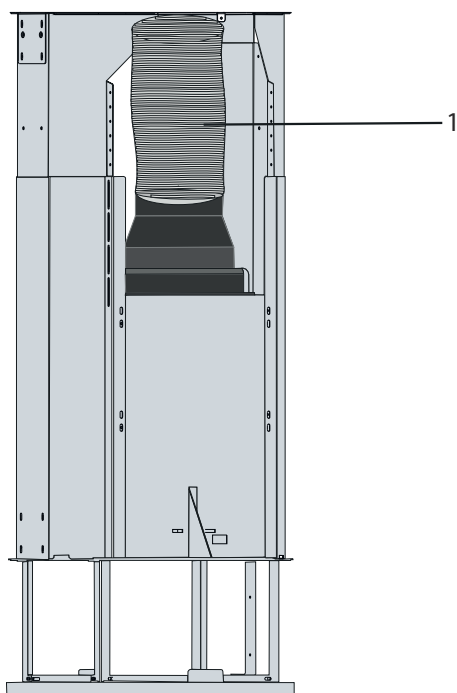

Fig. 13
- Anslut ena änden av aluminiumröret till utsugsstosen på fläkten och den andra änden till utsugskanalen. Kontrollera att dessa två anslutningar är täta så att de inte lossnar när fläkten går på högsta hastighet (Fig. 13).